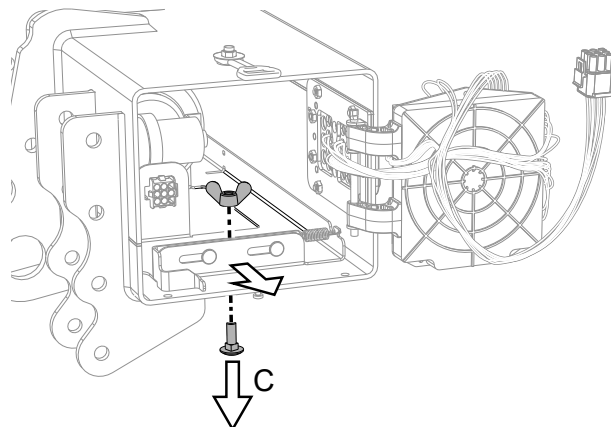
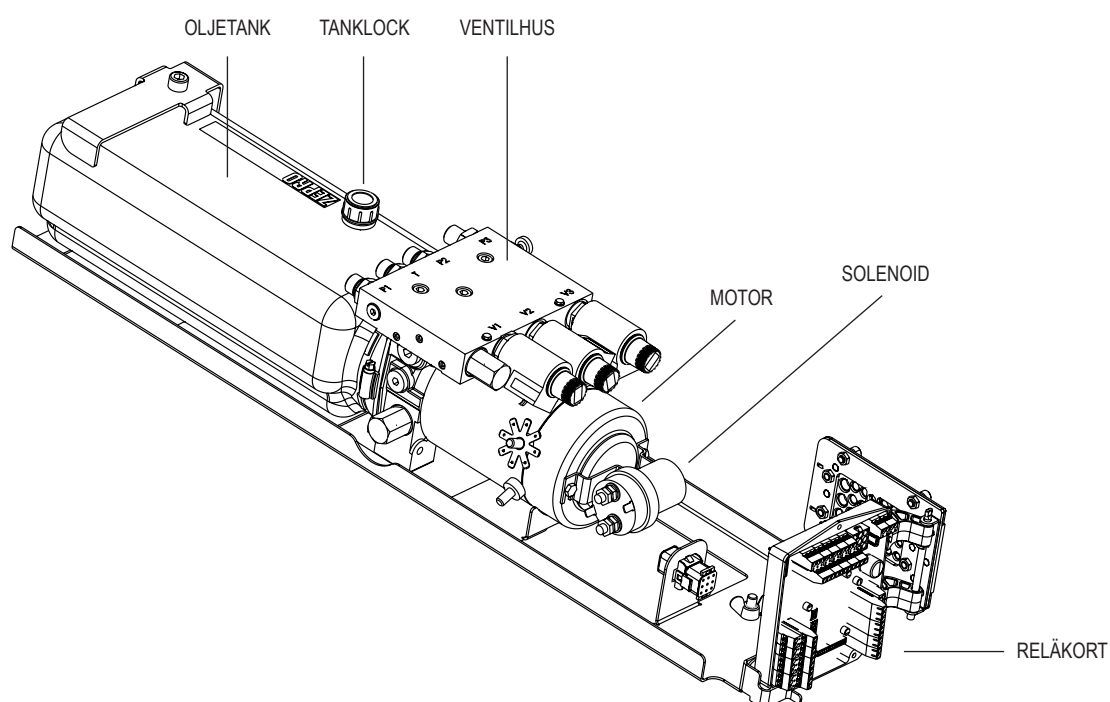

Bild 22. Frigöring hydraulaggregat
Bild 24. Hydraulaggregat och reläkort
4. Frigör hydraulaggregat genom att skruva loss vingmuttern och tillhörande skruv (C), se Bild 22 och dra ut hydraulaggregatet till dess att tanklocket är åtkomligt, se Bild 24.